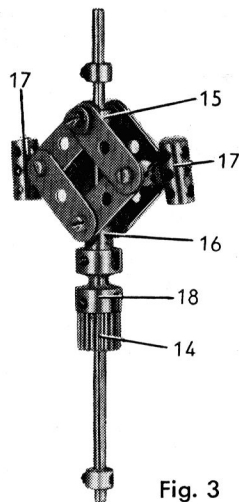

Fig. 3
La relation entre les roues de champ (11) et (12) est assurée par un pignon de 19 dents de 13 mm. de large (14) passé sur une tringle de 16,5 cm. (fig. 3). Cette tringle tourne dans la bande de 25 trous (6) et dans les plaques (2); elle porte un régulateur centrifuge qui débraye automatiquement le pignon (14) à partir d'une certaine vitesse.
Chacune des roues avant est fixée sur une tringle de 2,5 cm. qui passe dans la bande coudée composée de la bande de 4 trous et des équerres (21) et (22) (fig. 3). La tringle de 2,5 cm. porte un accouplement universel (27). L'un des accouplements (27) est fixé à l'extrémité d'une tringle de 6 cm. qui porte 6 rondelles, une bague d'arrêt, un accouplement (28), et 3 rondelles, avant de s'engager dans le différentiel. L'accouplement (28) est libre sur la tringle. L'autre accouplement universel (27) est bloqué sur une tringle de 4 cm. que 3 rondelles séparent du différentiel. Les tringles de 6 et de 4 cm. passent dans les pointes des embases triangulées plates (17).
La roue de 38 dents montée sur la tringle coulisante peut entraîner une roue identique (49). Cette roue est montée sur une tringle de 6 cm. (fig. 3) qui porte également une roue de chaîne de 14 dents. La roue de chaîne est reliée à une roue identique bloquée ainsi qu'un pignon de 25 dents sur une tringle de 11,5 cm. (50). La tringle (50) tourne dans des embases triangulées plates boulonnées sur les cornières (1) du châssis. Son pignon de 25 dents entraîne une roue de champ de 25 dents placée à l'extrémité d'une tringle de 7,5 cm. (51). La tringle (51) passe dans une bande coudée de 90 x 12 mm. fixée sur deux petits goussets d'assemblage boulonnés au châssis. La tringle (51) porte un pignon de 19 dents qui entraîne la roue de champ (29) du différentiel et son extrémité tourne librement dans l'accouplement (28).